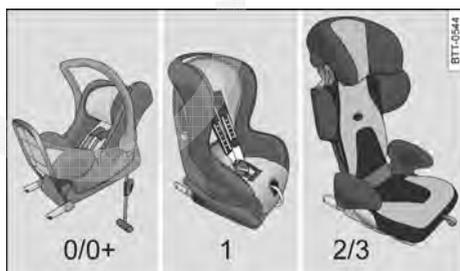

Fig. 23 Exemplo de representação de cadeiras de criança.
- **Classe de peso 0/0+:** do nascimento até a idade de aproximadamente 18 meses, são adequados os bebês-conforto voltados para trás → Fig. 23 do grupo 0/0+ ou 0/1.